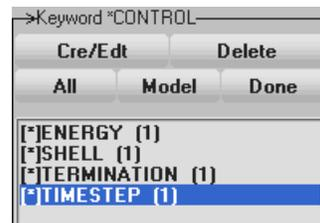

Рисунок 27. Список ключевых слов *Keyword *CONTROL* кнопки **Control*
- В списке ключевых слов выбираем для редактирования карту **TIMESTEP* (Рисунок 27).
- Нажимаем кнопку *Cre/Edt* (Рисунок 27).